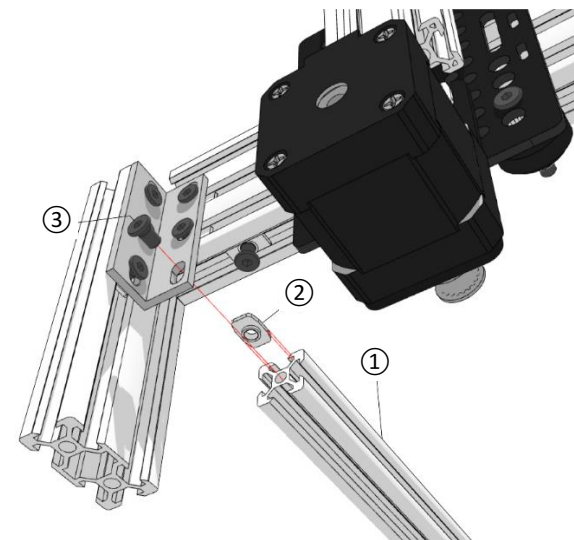

Fig. 29
El siguiente paso se muestra en la Fig. 29. Este punto es crucial para nuestra porque es la base completa de la máquina CNC. En cada esquina se va usar un tornillo de bajo perfil M5 de 10mm (3/8") ③ y una Tuerca-T ② compartiendo dos Guías Lineales V-Slot - 20*20*431mm ① para poder armar la base para la mesa de la máquina. Los extremos de la V-Slot deben ser roscados para tornillo M5.
The next step is shown in Fig. 29. This point is crucial to our build because it's the base of the complete CNC machine. At every corner there should be a 10mm (3/8") low profile M5 screw ③ used and a T-nut ② for both the V-Slot linear rails of 20*20*431mm ① to build the base for the table of the machine. The ends of the V-Slot should be tapped with M5 thread.